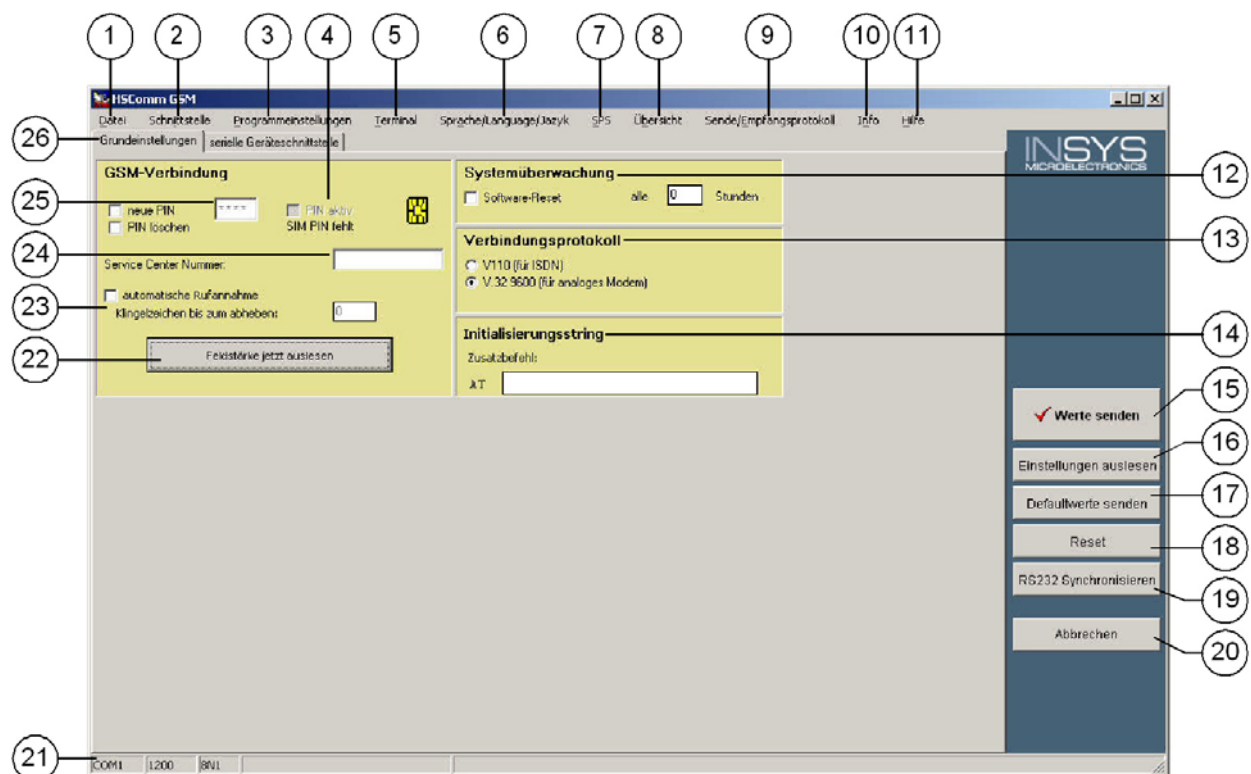

Abbildung 6: HSComm GSM - Reiter Grundeinstellungen
*Ist diese Option nicht aktiviert, kann das Auslesen der Einstellungen mit der Schaltfläche **Einstellungen auslesen** (Abbildung 6, Seite 28, Position 16) gestartet werden.*
*Wenn das Auslesen der Einstellungen nicht funktioniert, versuchen Sie, die serielle Schnittstelle zu synchronisieren, indem Sie die Schaltfläche **RS232 Synchronisieren** (Abbildung 6, Seite 28, Position 19) wählen.*
4. **Klicken Sie anschließend auf die Schaltfläche Werte senden (Abbildung 6, Seite 28, Position 15).**
Um die **bereits vorhandene PIN der verwendeten SIM-Karte einzugeben**, verwenden Sie auf dem Reiter „Grundeinstellungen“ im Panel „GSM Verbindung“ das Eingabefeld „PIN“ (Abbildung 6, Seite 28, Position 25).
Um eine **neue PIN im INSYS GSM/GPRS small zu verwenden**, aktivieren Sie die Checkbox „neue PIN“ (Abbildung 6, Seite 28, Position 25). Geben Sie dann eine neue PIN in das Eingabefeld (Abbildung 6, Seite 28, Position 25) ein.
Um die **PIN im INSYS GSM/GPRS small zu löschen**, aktivieren Sie die Checkbox „PIN löschen“ (Abbildung 6, Seite 28, Position 25).
**Übertragen Sie Ihre Eingaben mit der Schaltfläche** „Werte senden“ (Abbildung 6, Seite 28, Position 15), damit sie wirksam werden.
Den **Einbuchungszustand** sehen Sie in Textform in der HSComm auf dem Reiter „Grundeinstellungen“ im Panel „GSM-Verbindung“ (Abbildung 6, Seite 28, Position 4).